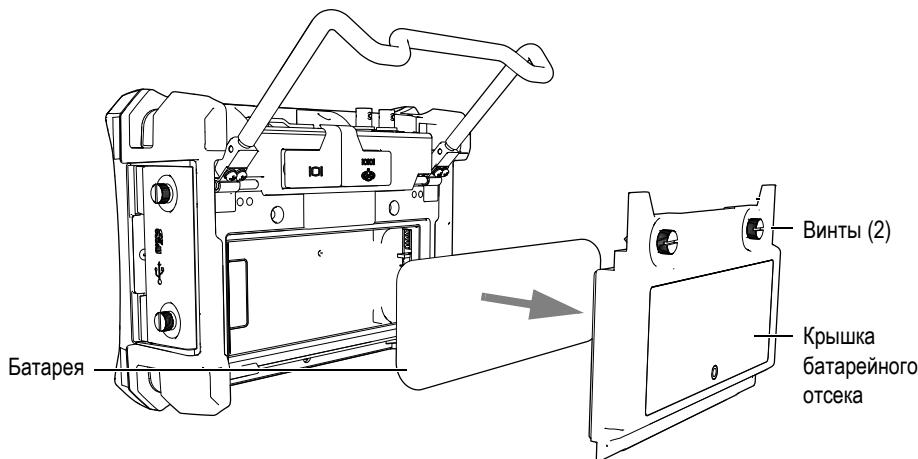

Рис. 4-4 Открытие батарейного отсека
Батарея находится в специальном отсеке на задней панели прибора EPOCH 600 (см. Рис. 4-4 на стр. 80).
2. Ослабьте два винта на задней стенке прибора, удерживающие крышку батарейного отсека (Рис. 4-4 на стр. 80).